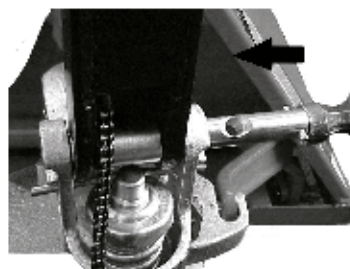

Fig. 6: Colocação do veio
- Introduzir o timão (1) no êmbolo da bomba. Com um martelo, cravar o veio com orifícios pela direita de modo a juntar as duas unidades (Fig. 6).